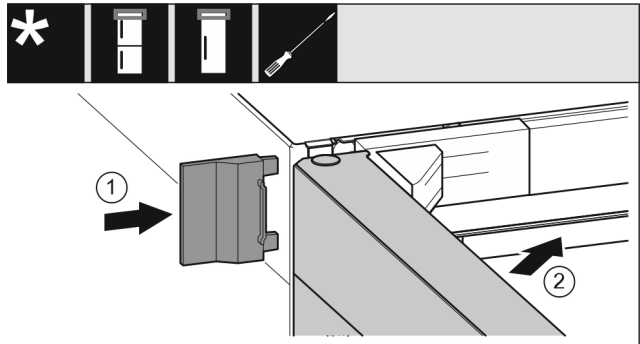

Fig. 24
- Nataknite vanjski poklopac Fig. 24 (1).
- Zatvorite gornja vrata Fig. 24 (2).